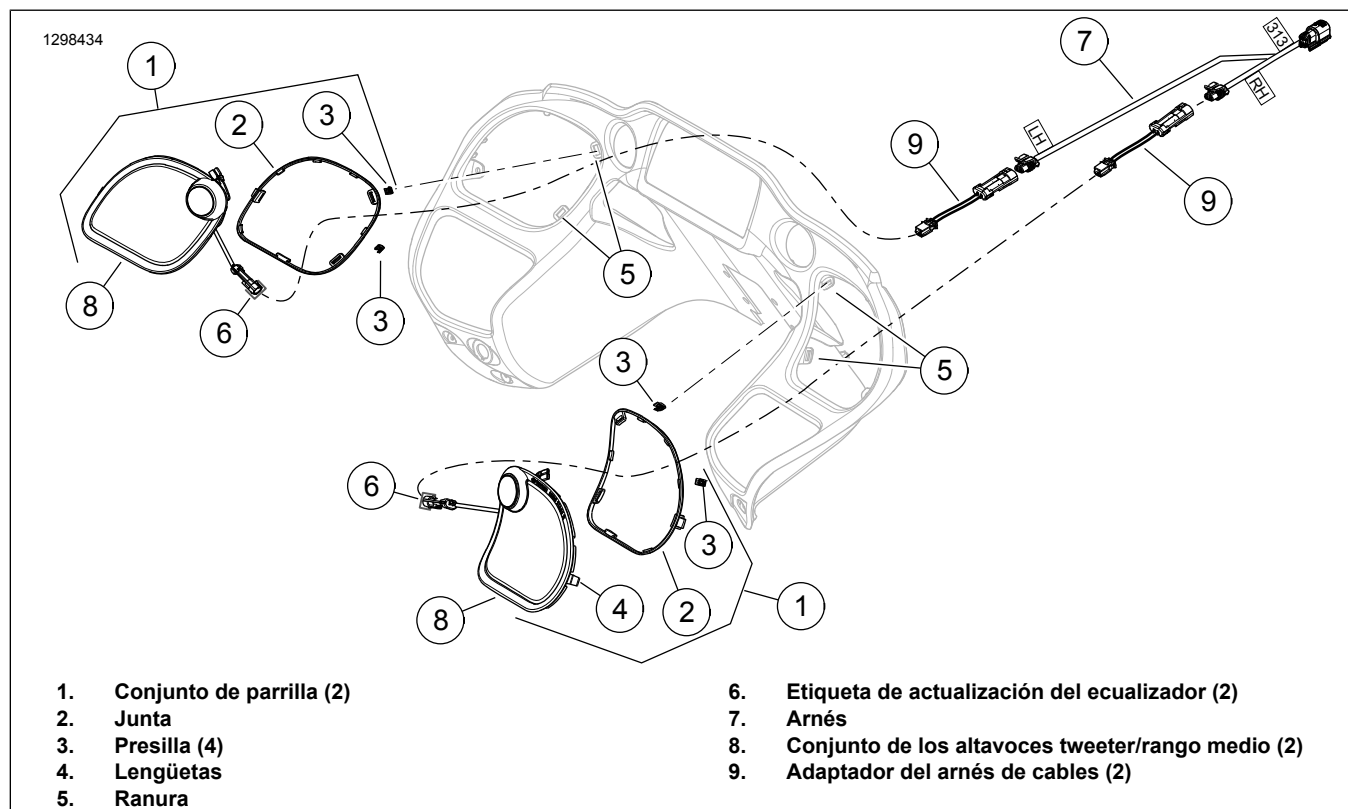
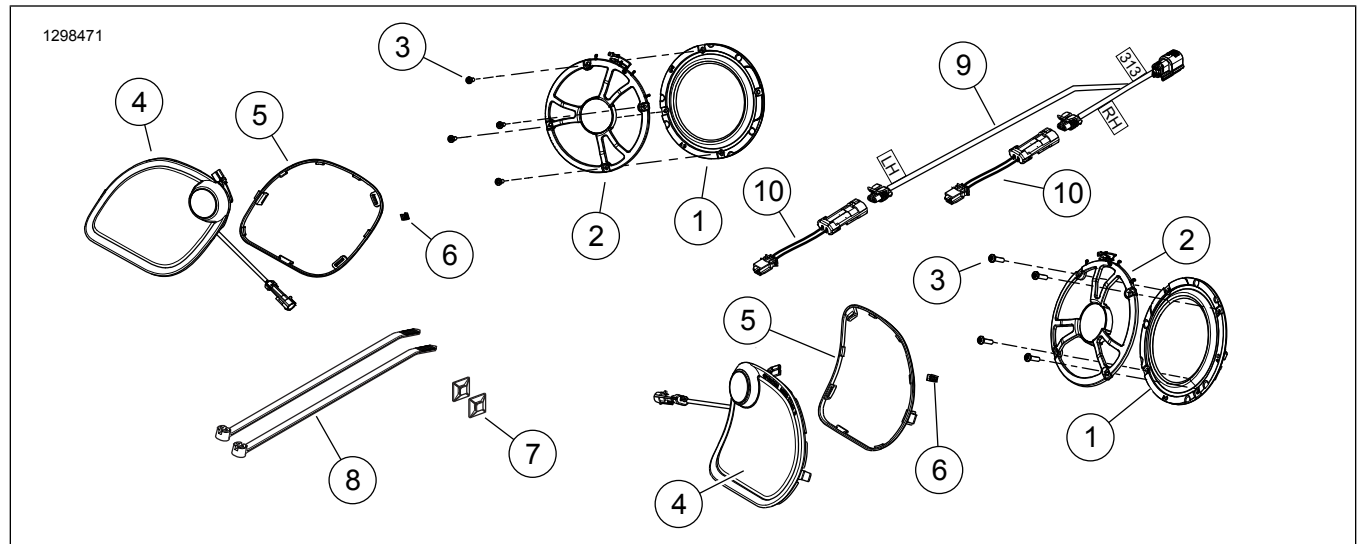

Figura 2. Tweeter/rango medio y parrilla del altavoz
Figura 4. Piezas de servicio, kit de altavoces BOOM! Audio Stage II para fuselaje (FLTR)
Ver Figura 4 y Tabla 1.
5. Ver Figura 2 . Instale el conjunto de parrilla (1):
- b. Verifique que la junta de caucho (2) está en su posición alrededor del perímetro del la parrilla. Compruebe si las dos presillas (3) están en su posición en las lengüetas de la parrilla (4). Reemplace los componentes si están dañados o hacen falta.
- d. Enganche la lengüeta (4) en el lado exterior de la abertura del altavoz.
- e. Enganche las presillas de retención de la parrilla en las ranuras (5).
7. Ver Figura 2 . **TODOS los modelos:** coloque el arnés (7) dentro del fuselaje interior.
El arnés adaptador (9) Figura 2 o el arnés adaptador (10) Figura 4 es necesario para la generación de altavoces identificados en este kit, pero puede que no sea necesario en todos los modelos. Algunas combinaciones de altavoces y arneses pueden tener conexiones de arnés que difieren. Utiliza el adaptador (69200925) para solucionar la conexión.
9. Ver Figura 4 . Añade el arnés del adaptador (10) del kit.
10. Ver Figura 2 . Acopla el arnés del adaptador con el arnés de cables (7).